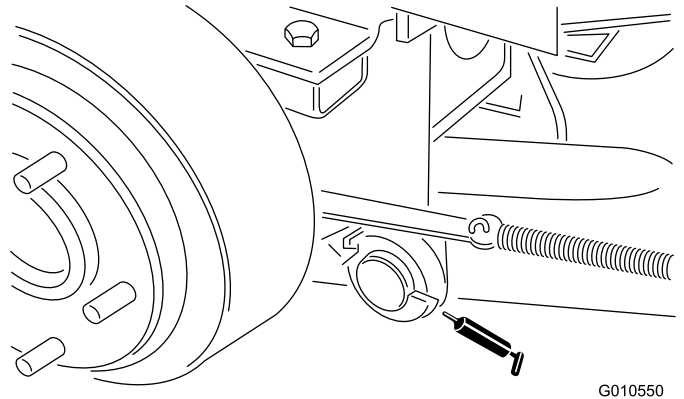

Figura 21
- Articulações do braço de elevação trás (2) (Figura 21)